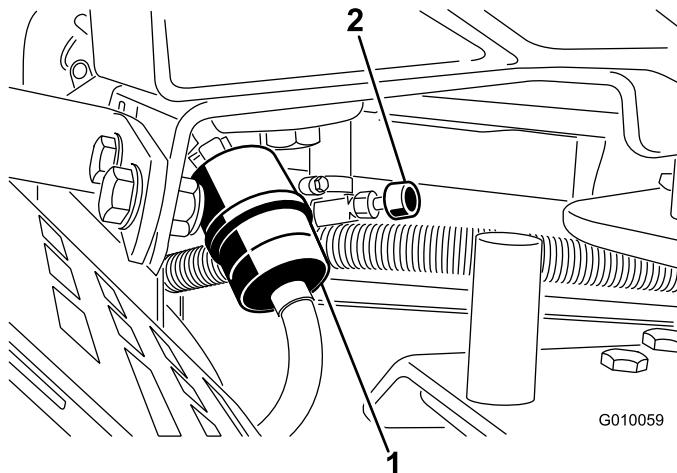

図 51
2. 燃料バルブを閉じる (図 51)。
3. 古いフィルタのクランプをゆるめて脇に寄せる (図 51)。
5. 新しいフィルタをホースに取り付け、クランプで固定する (図 51)。
7. 燃料バルブを開く (図 51)。
3. 燃料フィルタについているクランプをゆるめ、フィルタからはずす（図 51）。
4. フィルタから燃料ホースを抜き取る（図 51）。燃料バルブを開き、排出される燃料を容器に受ける。
5. フィルタに燃料ホースをつなぎ、クランプで固定する（図 51）。